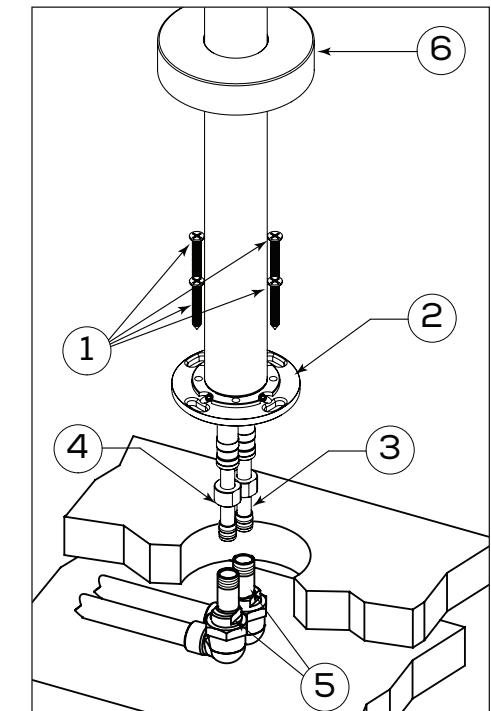

Fig.3
Separate the adaptors from the hoses by unscrewing the nut (4) (fig.3) while pulling out at the same time (until the thread is engaged).
Referring to fig.3, install the asymmetrical hose adaptors to the supply-pipes inlets. Be aware that you can also use 8mm (5/16") allen keys to thread the adapters in place. For a trouble-free installation bring the 2 hoses adapters as close from one another as possible. The max C-C which can be accommodated is 23mm.
Séparer les adaptateurs des alimentations flexibles en dévissant leurs écrous (4) (fig. 3), tout en exerçant une traction (jusqu'à ce que le pas de vis soit engagé). Se référant à la fig.3, installer les adaptateurs asymétriques sur les arrivées d'eau chaude et froide. Vous pouvez aussi utiliser une clé Allen 8mm (5/16") pour fixer les adaptateurs en place pour une meilleure installation. Positionner les deux adaptateurs pour qu'ils soient aussi proche que possible. Le C-C maximum qui peut être accepté est 23mm.
Completely insert the hot and cold hose-ends (3) into the appropriate adaptors (5) and lock in place using the nut with "endless" thread (4), and turn until it becomes loose. (fig.3). Fix the faucet flange (2) with 4 screws. Make sure the spout is properly lined-up, and lower the decorative flange to the floor (6).
Enfoncer complètement les embouts des alimentations flexibles (3) dans les adaptateurs appropriés (5) et les sécuriser en place à l'aide des écroux (4) au filet « sans fin ». Visser jusqu'à ce que le mouvement soit libre (fig.3). Fixer la base (2) au plancher à l'aide de 4 vis. Abaisser la bride décorative au sol (6).